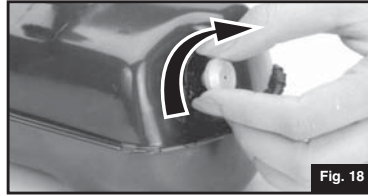

Fig. 18
- Close PUMP KNOB. (Fig. 18)
- Cierre la PERILLA DE LA BOMBA. (Fig. 18)